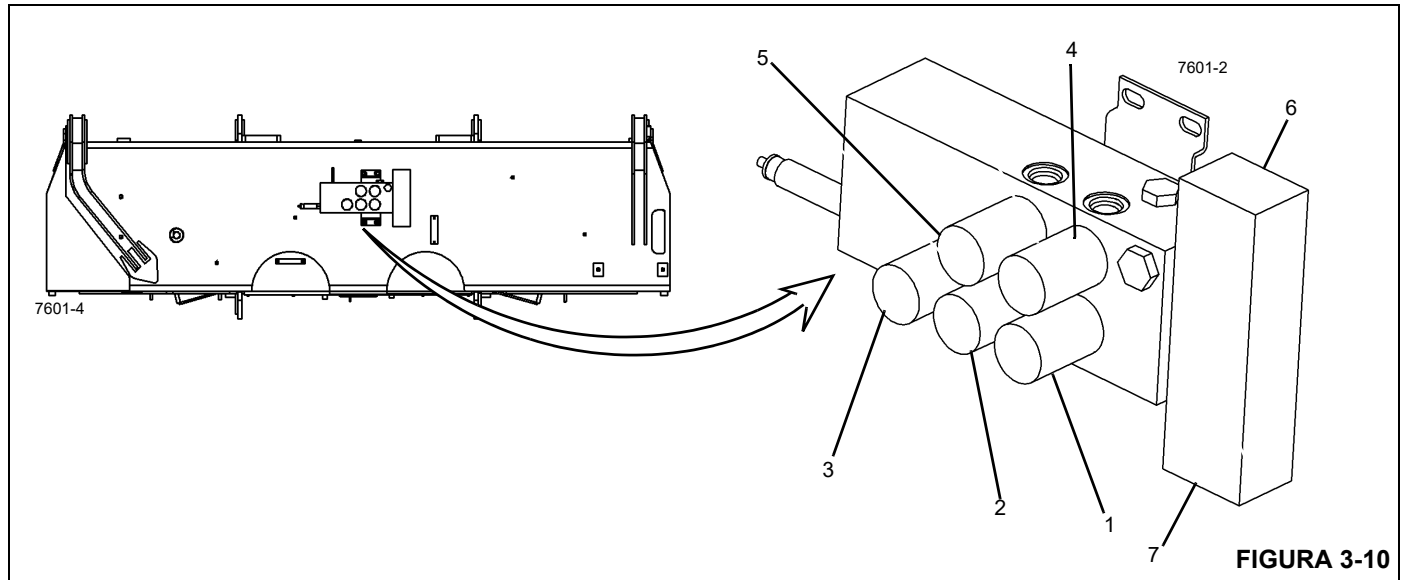
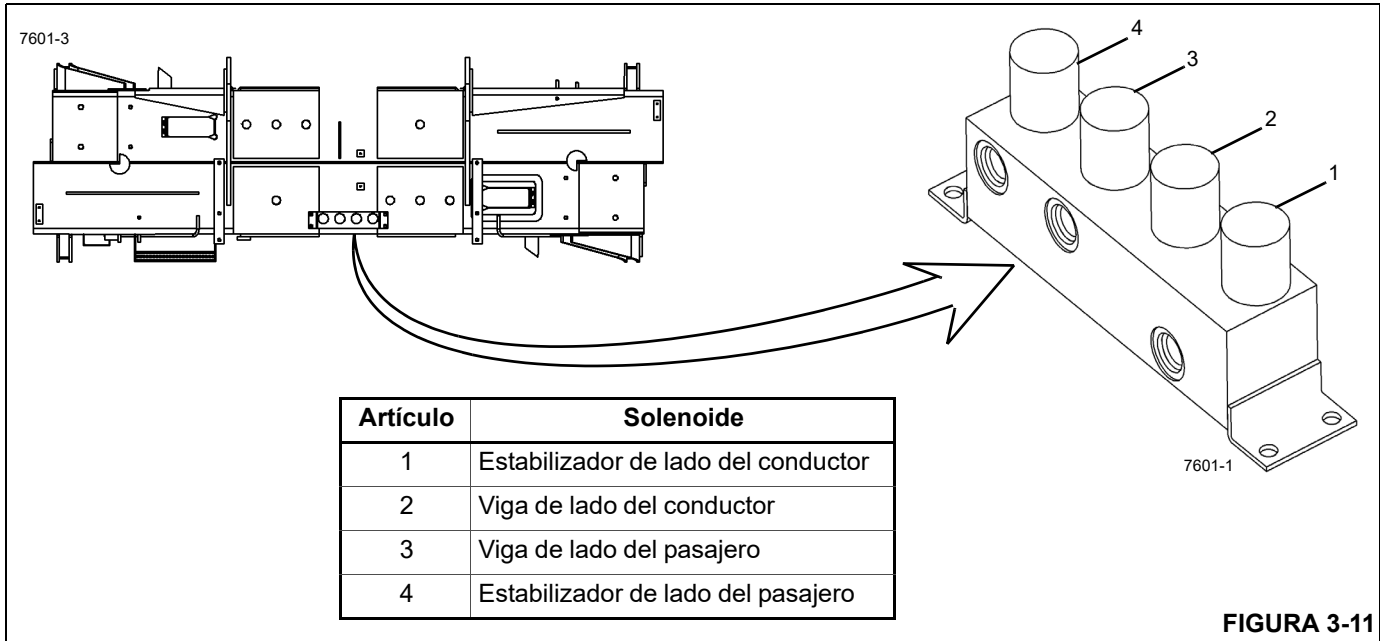

FIGURA 3-10
FIGURA 3-11
(Figura 3-10) y el colector de estabilizadores traseros se monta en el centro de la parte trasera del camión, debajo de la caja de torsión (Figura 3-11).
- El solenoide de estabilizador delantero sencillo (SFO) (Figura 3-10) extiende o retrae el estabilizador delantero
- Los solenoides de componentes (2 al 5) regulan los componentes de los estabilizadores delanteros. Vea la Figura 3-10 para la identificación de solenoides.
- Los solenoides de extensión (6) y retracción (7) regulan las funciones de extensión y retracción de todos los componentes de los estabilizadores delanteros y traseros.
Los solenoides del colector trasero regulan la selección de los componentes de los estabilizadores traseros. Vea la Figura 3-11 (1 al 4) para la identificación de solenoides.